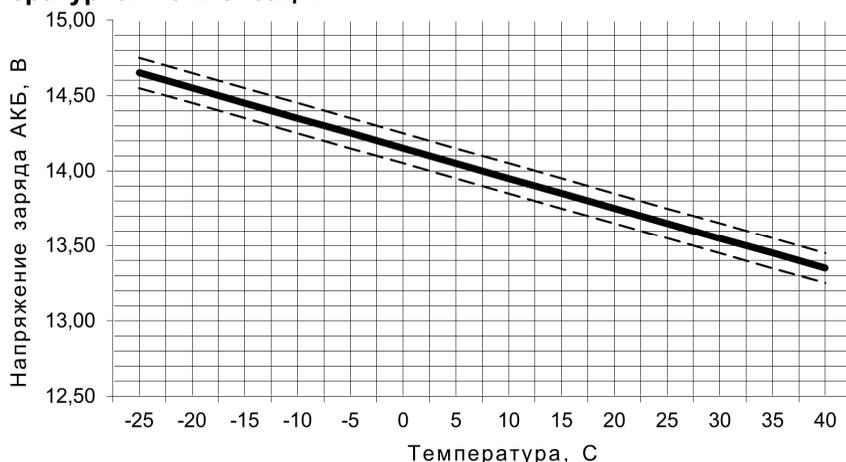

Рисунок 2 – Зависимость напряжения заряда АКБ от температуры
- температурную компенсацию напряжения заряда АКБ при наличии питающей сети в соответствии с п.5 таблицы 1 и рис. 2 (при применении термодатчика АКБ (входит в комплект поставки);
Схема изделия предусматривает температурную компенсацию напряжения заряда АКБ с коэффициентом термокомпенсации $-(18...20)$ мВ/°С. Зависимость напряжения заряда от температуры приведена на рис. 2.
<p>Без установки термодатчика заряд батареи осуществляется без термокомпенсации, при этом напряжение заряда АКБ будет соответствовать значениям, установленным для температуры окружающей среды +25°C (см. рис. 2)</p>